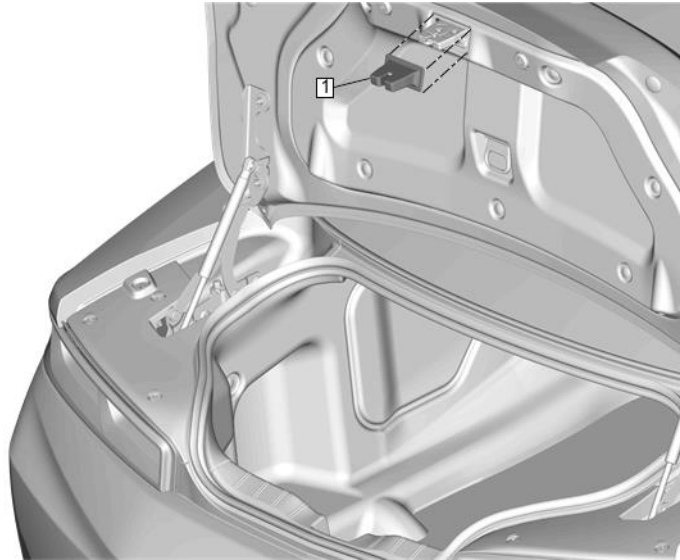

Figura 2: Reemplazo de cubierta de pasador de la tapa del compartimiento trasero
2. Retire la cubierta del pasador de la tapa del compartimiento trasero (Figura 2).
- a. Use una herramienta de punta plana pequeña para jalar y liberar la cubierta del seguro del compartimiento trasero. (Figura 2 leyenda 1).
9. Cubierta del pasador de la tapa del compartimiento trasero (Figura 2).